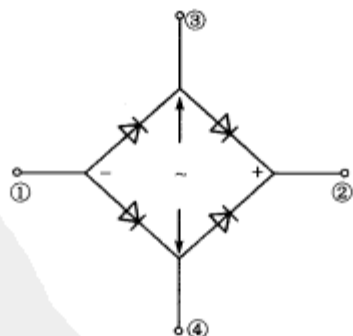

图 4-14 全桥组件的内部结构图
(1) 判别极性。若全桥组件的极性未标注或标记不清,可用万用表进行判断,将万用表置于 $R \times 1k$ 挡,黑表笔任意接全桥组件的某个引脚,用红表笔分别测量其余 3 个引脚,如果测得的阻值都为无穷大,则此时黑表笔所接的引脚为全桥组件的直流输出正极;如果测得的阻值都为 $4k\Omega \sim 10k\Omega$ 左右,则此时黑表笔所接的引脚为全桥组件的直流输出负极,剩下的两个引脚就是全桥组件的交流输入脚。
(2) 判定好坏。根据全桥组件的内部结构图(如图 4-14),可用万用表方便地进行判断。